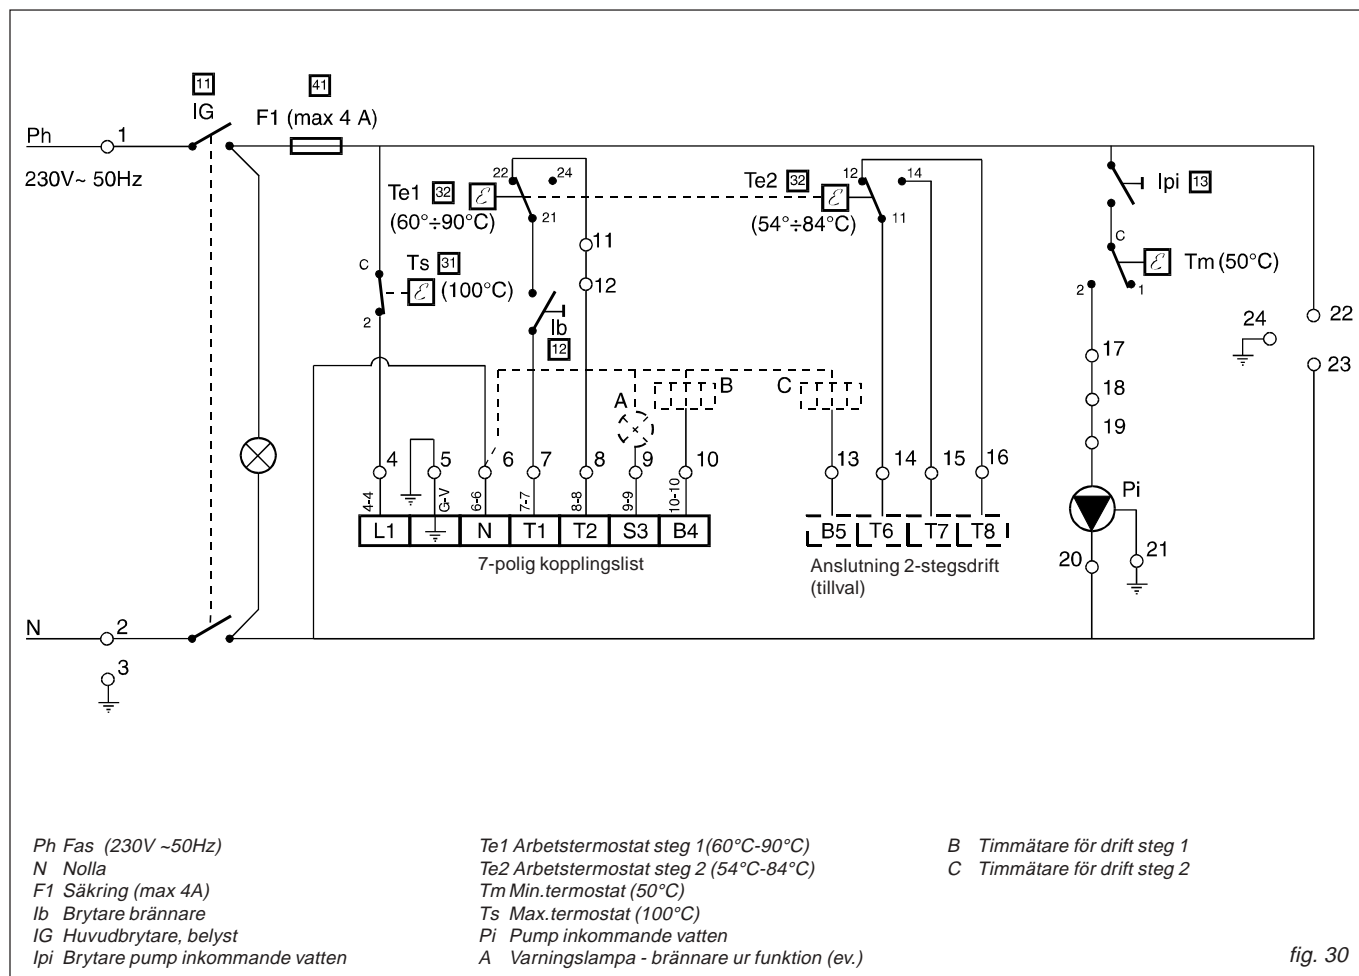

fig. 30
Kontrollpanelen är utrustad med brännarkabel med PG 11-förskruvning (2) samt 7-polig kontakt (3), se elschema fig. 30 och 30. Vid montering av kontrollpanelen skall brännarkabelns ledare dras genom kabelgenomföringen och anslutas till kontrollpanelens kopplingsplint, se elschema fig. 30 och 32.